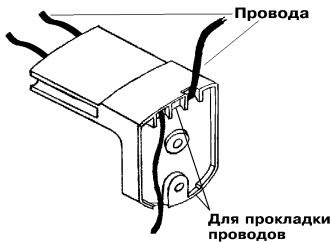

Рис.4
3. Удалите в кронштейне заглушки, которые будут использоваться для прокладки проводов. Провода пропустите через каналы кронштейна и закрепите кронштейн в выбранном месте на стене (рис.4).